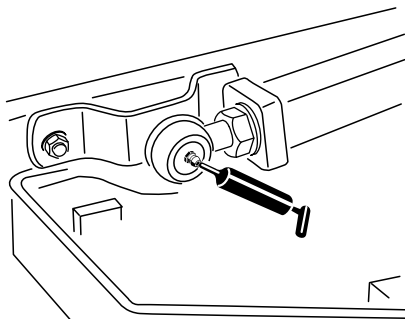

Bild 40
- Zwei Hubarm-Kugelgelenke (Bild 40)